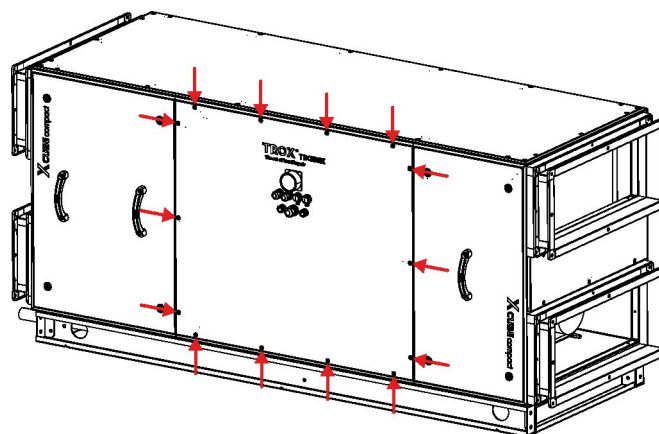

Рис. 54: Панель инспекционного доступа в середине
- ▶ Ослабьте винты посередине (Рис. 54/стрелки) на инспекционной панели для осмотра.